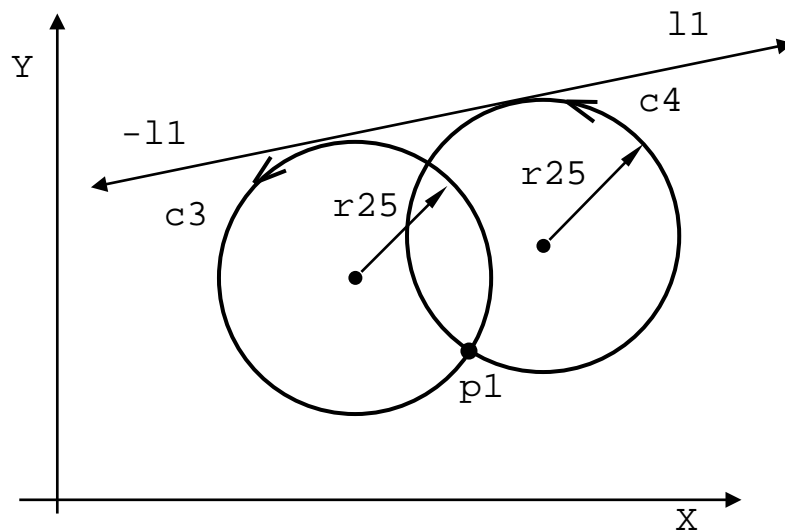

Рисунок 2.88
- окружность с данным радиусом, проходящая через предопределённую точку, и касательная к предопределённой линии (рисунок 2.88):